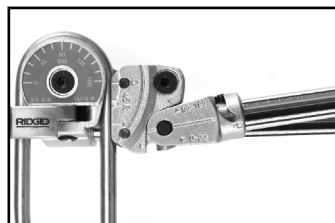

Figura 15
4. Gire o braço do carro ao redor da forma até a linha "0" do carro se alinhar com o ângulo desejado de curva (Figura 15). Os braços não se cruzarão.